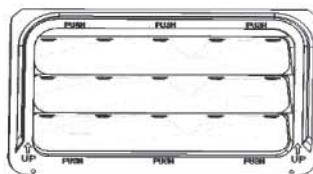

图 2-4-2 后通风口拆卸示意图
- (1) 先通过产品正面上的“↑ up”标识识别上下端，避免上下装反；左右通用；如图 2-4-2 所示